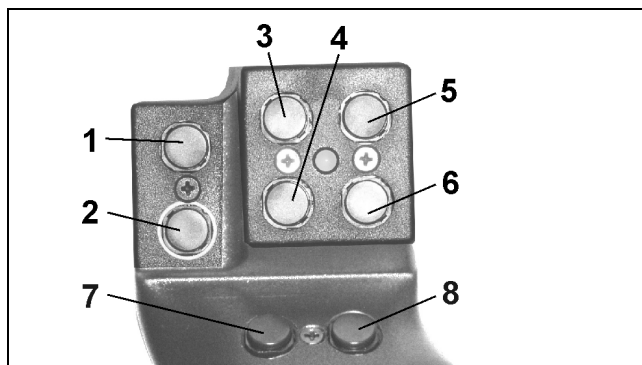
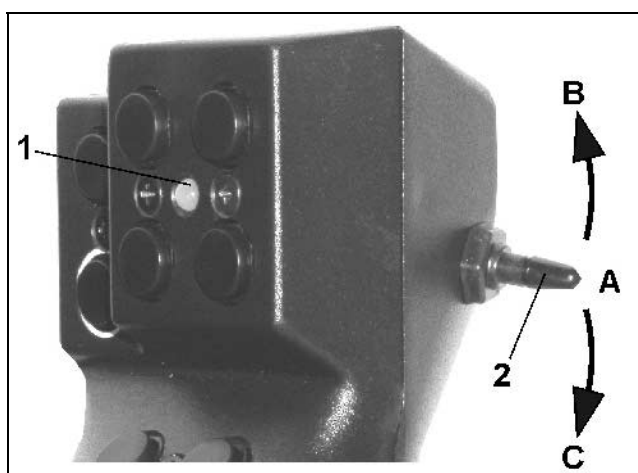

Fig. 74
Fig. 75
Ved betjening av **AMATRON⁺** har multifunksjonsspaken (Fig. 74) 8 taster (1 - 8) til disposisjon. I tillegg kan man ved hjelp av bryteren (Fig. 75/2) endre konfigurasjon av tastene i tre ulike modi.
-  midtstilling (Fig. 75/A) og kan stilles
-  oppover (Fig. 75/B) eller
-  nedover (Fig. 75/C).
Bryterstillingen vises i form av en LED-lampe (Fig. 75/1).